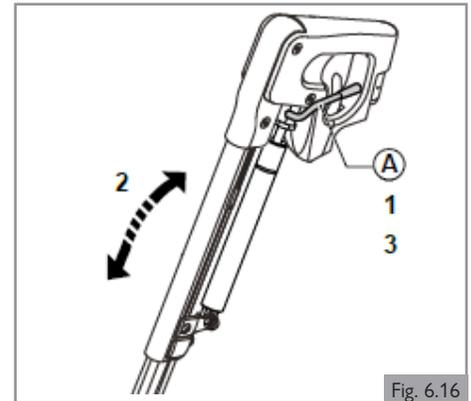

Fig. 6.16
6.7 Reposapiernas abatibles (opcional)**Elevación manual del ángulo de rodilla del reposapiernas (Fig. 6.16)**